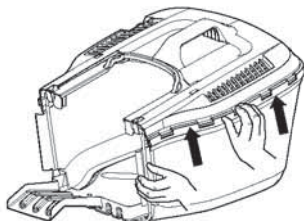
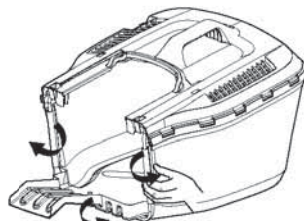

Fig.7
Fig.8
- > Placez la bande en caoutchouc du couvercle dans le plateau en plastique du bac (fig.7), puis rabattez les ergots en plastique sur les tiges du cadre de montage (fig. 8).